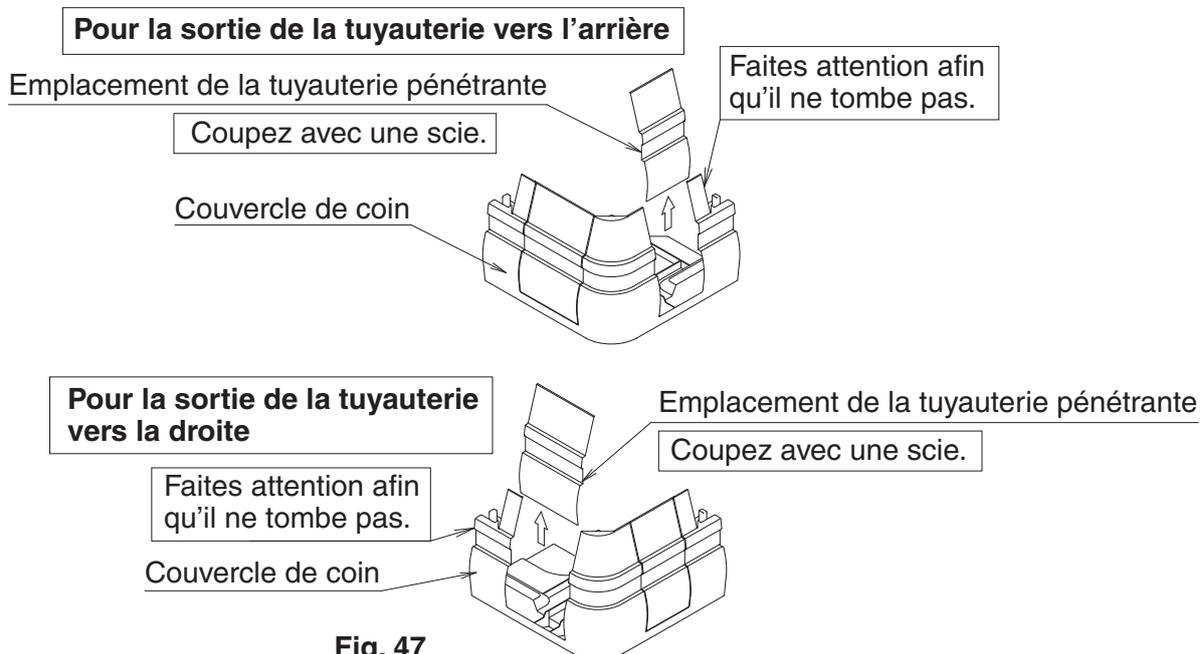

Fig. 47
- Pour la sortie de la tuyauterie vers l'arrière et vers la droite, coupez le couvercle du coin comme indiqué dans la Fig. 47 et retirez-le.